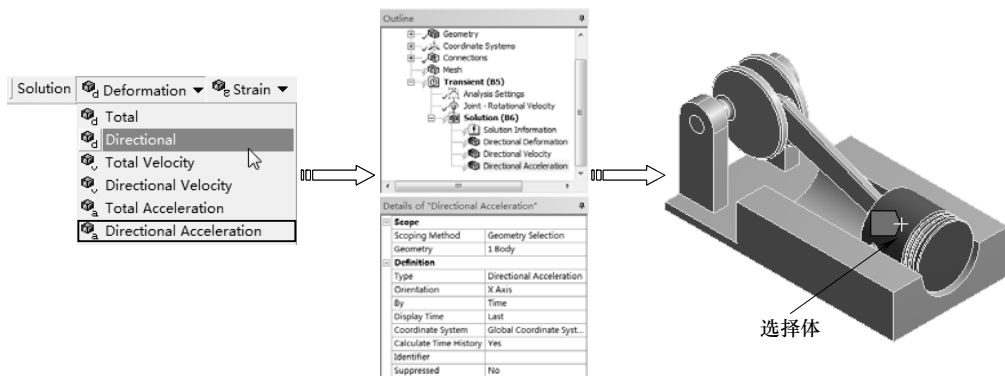

图 10-54 添加加速度求解项
4) 求解加速度。单击【Solution】工具栏上的【Deformation】|【Directional Acceleration】命令，此时在分析树中插入【Directional Acceleration】项，在图形区选择如图 10-54 所示的实体，在详细设置窗口中设置【Orientation】为 X Axis，如图 10-54 所示。